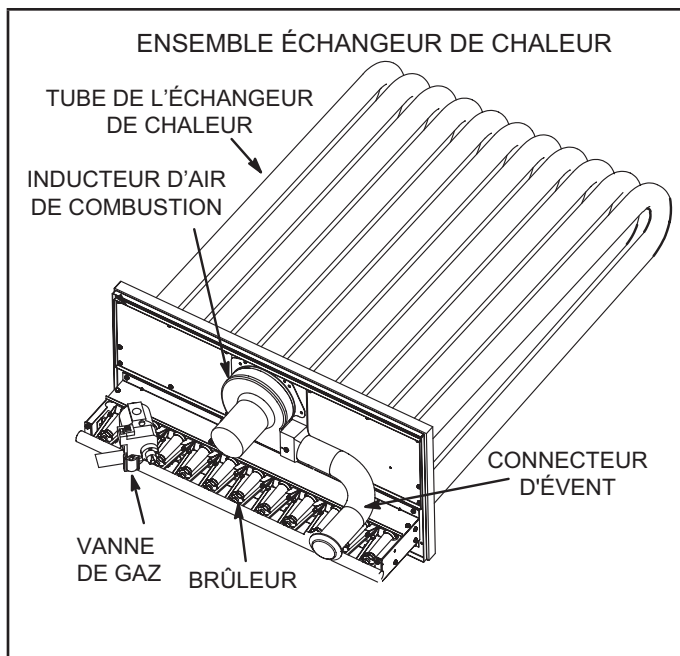

FIGURE 44
- 3 - Retirez et conservez les vis fixant l'inducteur d'air de combustion sur la boîte à fumée. Retirez le connecteur d'évent. Reportez-vous à la FIGURE 44.